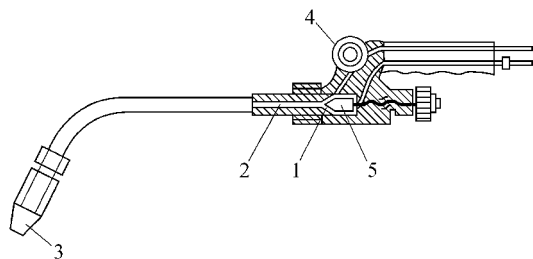

图 8-20 喷射式焊枪
(1) 焊枪(熔接器) 型式多种多样,但原理基本相同。一般都是喷射式的,它是利用氧气的喷射气流形成一种吸力,而取得足够的乙炔,以满足燃烧的需要量,其构造如图 8-20 所示。